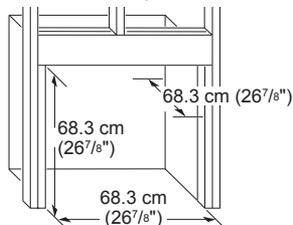
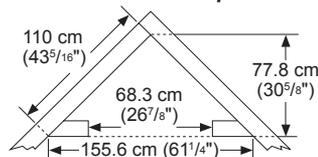

Figura 8 - Abertura áspera para instalación en la pared
Figura 9 - Abertura áspera para instalación en la esquina
1. Marco en una abertura áspera. Use las medidas mostradas en la figura 8 para aberturas ásperas. Si va a instalar en una esquina, utilice las medidas mostradas en la figura 9 para la abertura áspera. La altura es 68.26 cm (26 7/8"), que es la misma que la de la abertura de la pared anterior.